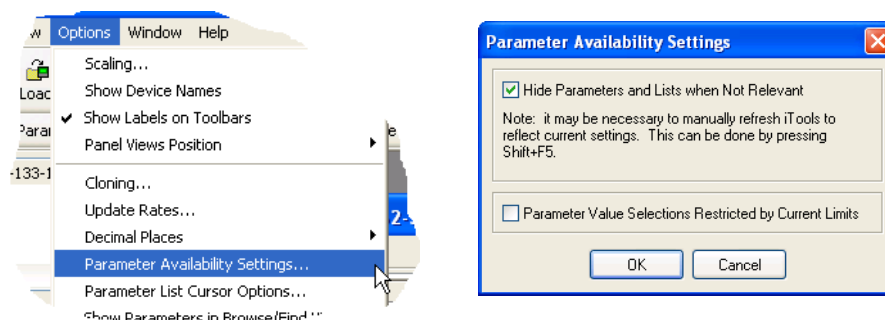

Figure 52 Afficher/Masquer paramètres
3. Paramètres cachés. Par défaut, iTools cache des paramètres qui sont considérés ne pas être significatifs le contexte actuel. Ces paramètres cachés peuvent être affichés dans le tableau à l'aide de l'élément de réglage de la « Disponibilité des paramètres » dans le menu Options (Figure 52). Ces éléments sont affichés sur une trame de fond.